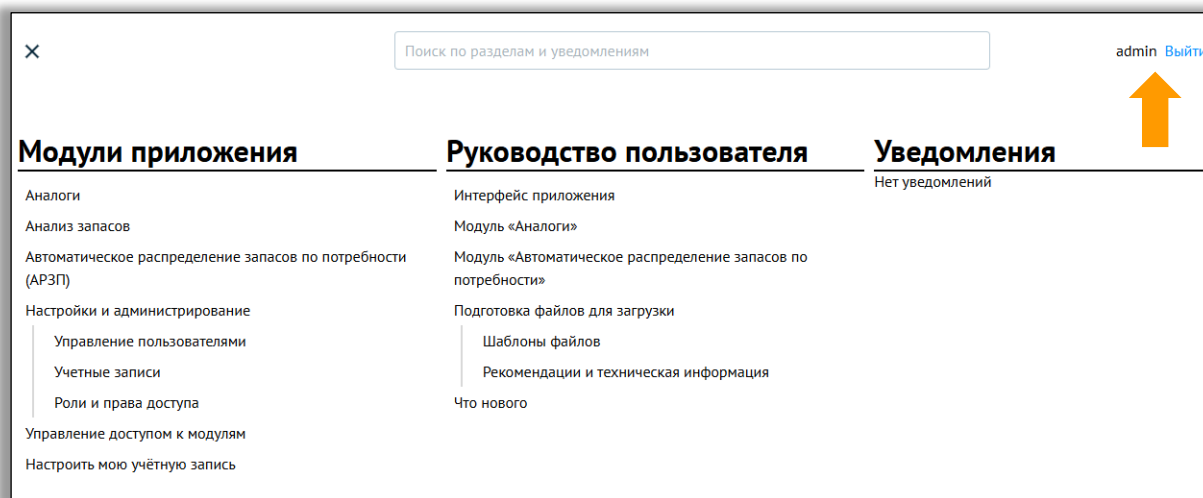

Рисунок 50 – Форма авторизации
2. Далее нажать на кнопку «Выйти», после нажатия на эту кнопку, откроется страница входа (рисунок 50)